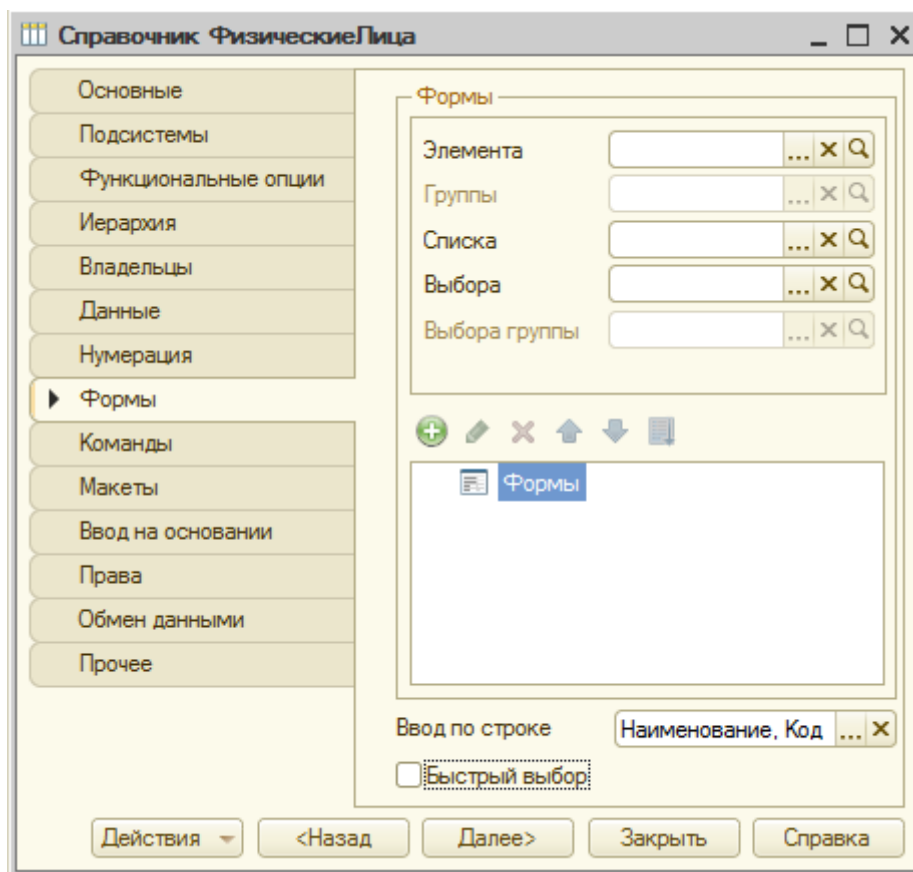

Рисунок 3.11- Вкладка **Формы** окна редактирования объекта
9.1 Откроем закладку **Формы** окна редактирования справочника **ФизическиеЛица**. Можно отметить, Рисунок 3.11, что ни одной формы не задано – то есть все они создаются системой автоматически. Нам же нужна собственная форма элемента справочника.